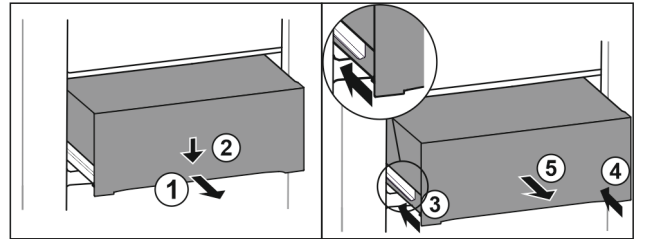

Fig. 91
- ▶ Extraiga el cajón hasta la mitad. Fig. 91 (1)
- ▶ Presionar hacia abajo el cajón de la parte delantera. Fig. 91 (2)
- ▶ Introducir el carril izquierdo unos 2 cm. Fig. 91 (3)
- ▶ Introducir el carril derecho unos 2 cm. Fig. 91 (4)
- ▶ Extraiga el cajón hacia delante. Fig. 91 (5)